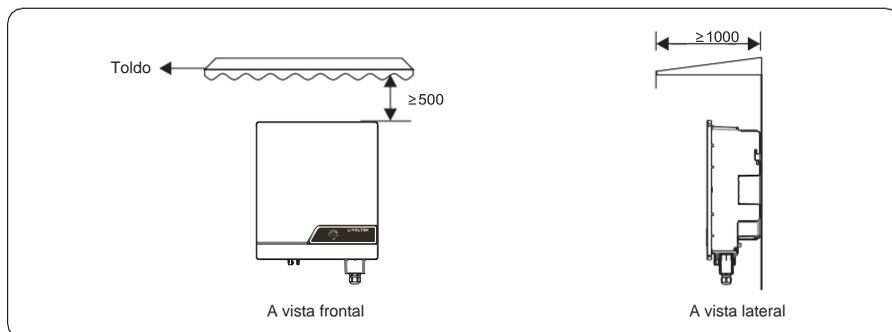

Figura 4.3 Ambiente de instalação com toldo (unidade: mm)
- c. O inversor deve estar livre de exposição direta à luz solar, chuva e neve para estender seu serviço vida. Recomenda-se que o inversor seja instalado em local protegido. Se não houver abrigo disponível, construa um toldo, conforme mostrado na Figura 4.3.